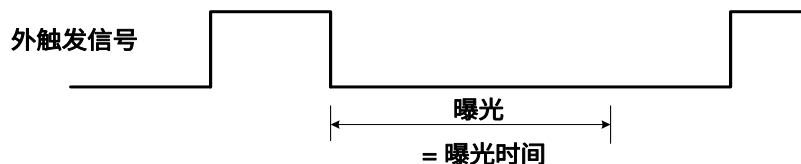

图 8-25 下降沿触发定时曝光模式时序图
- 如果启用下降沿触发，曝光会在触发信号下降时开始，一直持续到曝光时间结束，如图 8-25 所示